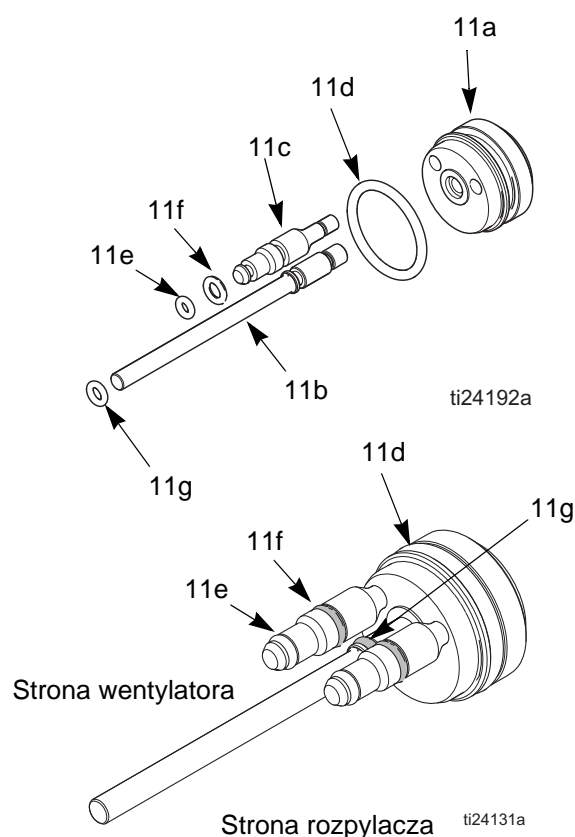

Fig. 22. Uszczelki okrągłe tłoka
4. Zdjąć nakrętkę tłoka (13) znajdującą się z tyłu pistoletu.
5. Popchnąć pręt tłoka (11), aby wysunąć tłok z pistoletu.
6. Sprawdzić uszczelki okrągłe (11d, 11e, 11f, 11g) pod kątem uszkodzeń. Patrz Tabela 3 oraz FIGURE 22.
9. Zamocować sprężynę (12) oraz nakrętkę tłoka (13).